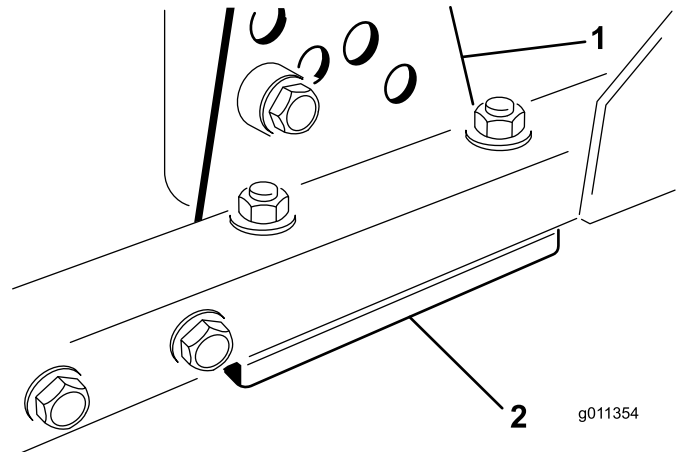

Figura 13
1. Retire el soporte de altura de corte (delantero, izquierdo o derecho) del bastidor de la plataforma (Figura 13).
2. Coloque suplementos de 0,060 pulgadas (1,5 mm) y/o 0,030 pulgadas (0,76 mm) entre el bastidor de la plataforma y el soporte hasta lograr el ajuste de altura deseado (Figura 13).